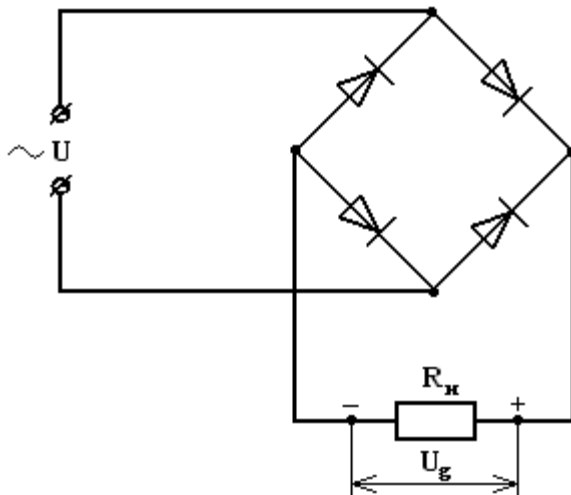

Рис.1
5. Составляем схему мостового выпрямителя (рис.1). В этой схеме каждый из диодов имеет параметры диода КД202Н; $I_{доп.} = 1 \text{ A}$; $U_{обр} = 500 \text{ В}$.